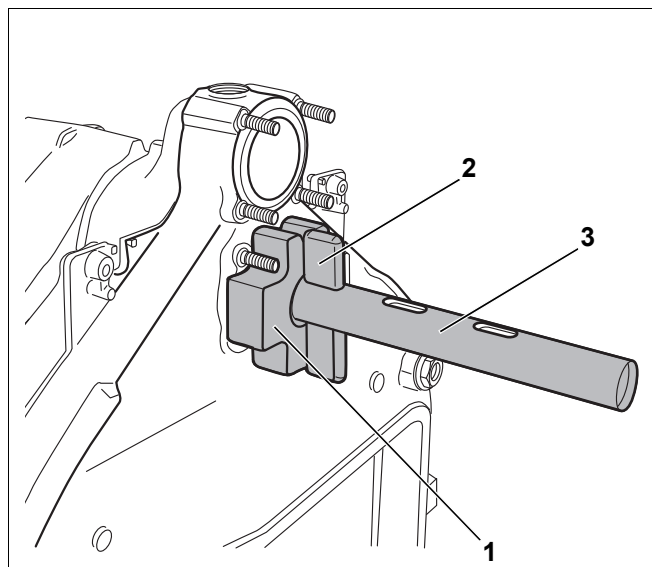

Рис. 15 Стяжной инструмент на задней секции
- ▶ С задней стороны котла наденьте дополнительные фланцы (рис. 15, [1]) на обе штанги (рис. 15, [3]) и зафиксируйте клином (рис. 15, [2]) или штифтом (у стяжного инструмента 2.2).